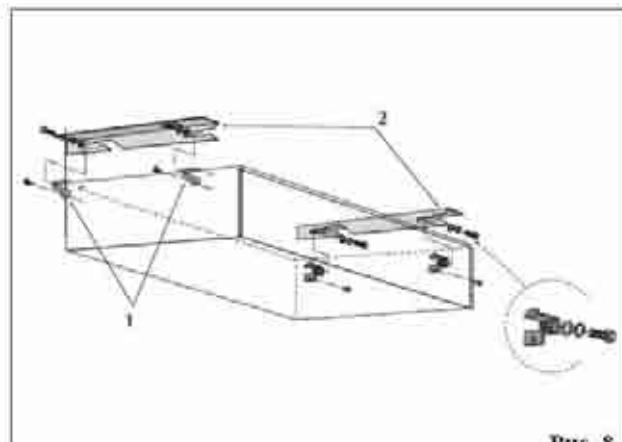

Рис. 8
- Закрепите четыре скобы (1 на Рис. 8) на боковых сторонах корпуса доводчика. Вставьте верхний выступ в прорезь, а затем соедините нижнюю часть корпуса с контактным блоком с помощью прилагаемых винтов.
- Прикрепите боковые кронштейны (2) к потолку с помощью дюбелей соответствующего размера (не входят в комплект поставки). Расположение крепежных проушин указано на приводимых ниже иллюстрациях с размерами вентиляторного доводчика.